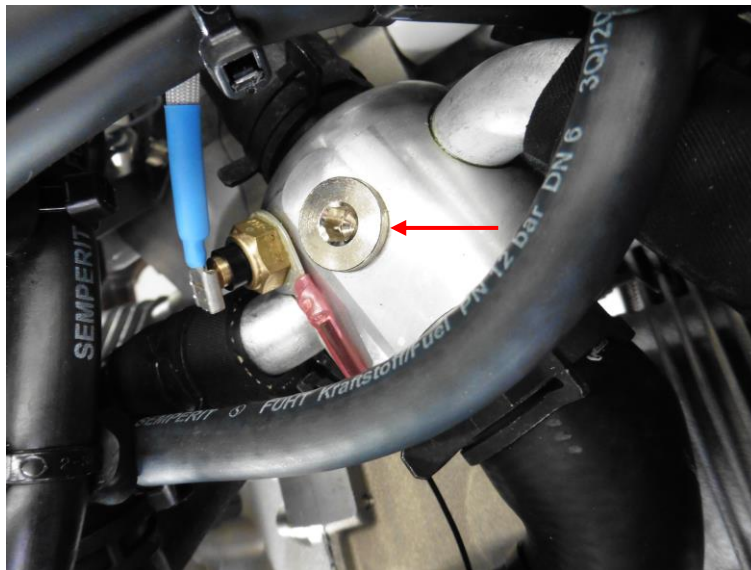

Abb.1: Blindstopfen
- 6 Die Entlüftung mit einem Blindstopfen verschließen und Loctite 542 verwenden (Abb.1).